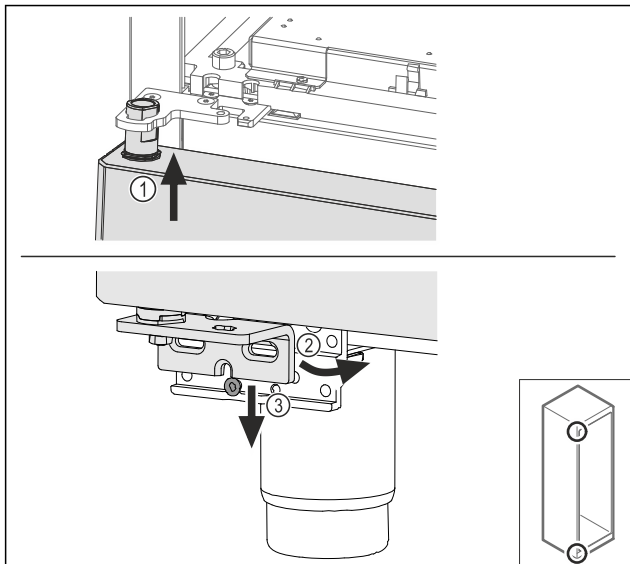

Fig. 63
- Inserire la porta leggermente inclinata in alto Fig. 63 (1),addrizzare la porta Fig. 63 (2) e posizionarla in basso sulla vite del blocco di supporto Fig. 63 (3).